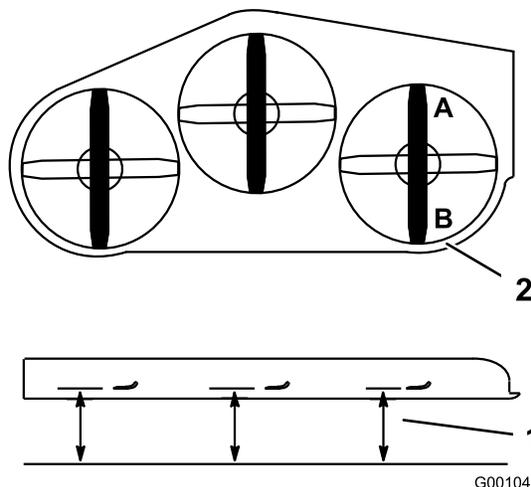

Figure 71
- Tournez une lame dans le sens longitudinal. Mesurez la distance aux points **A** et **B** entre une surface plane et le bord coupant des pointes des lames (Figure 71).
5. Mesurez la distance aux points C et D (Figure 71) entre une surface plane et le tranchant des lames.